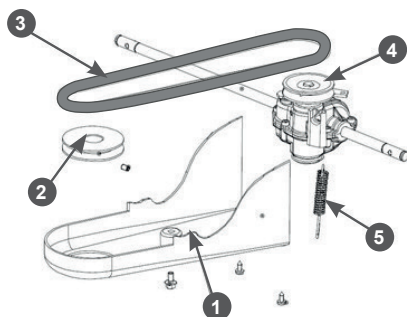

Рис. 27. Обслуживание ремня
5. Открутите винты крепления и снимите кожух защитный ремня 1 (Рис. 27).
вал двигателя ручным стартером, внимательно осмотрите ремень 3 привода хода на наличие трещин, разрывов, отслоения корда (Рис. 27). При обнаружении повреждений ремень необходимо заменить.
2. Открутите винты крепления и снимите кожух 1 защитный ремня (Рис. 27).
3. Снимите ремень 3 со шкива двигателя 2 (Рис. 27).
4. Снимите ремень со шкива редуктора 4 (Рис. 27).
5. Установите новый ремень сначала на шкив редуктора, затем на шкив двигателя. После этого убедитесь, что пружина 5 на месте и держит ремень в натянутом состоянии (Рис. 27).